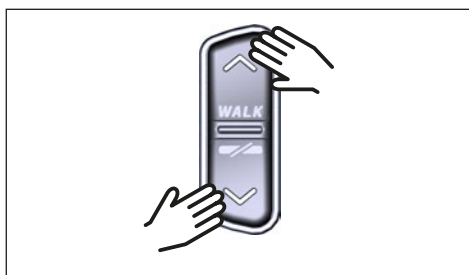

Fig. 6: Selecteren van het ondersteuningsniveau op de Remote
- Met een **korte** druk op de op de knop UP op de Remote (zie Fig. 6) verhoogt u het ondersteuningsniveau.
- Met een **korte** druk op de bedieningsknop DOWN op de Remote (zie Fig. 6) verlaagt u het ondersteuningsniveau.
- Met een **lange** druk (>3 s) op de knop DOWN van de Remote (zie Fig. 6) schakelt u de ondersteuning van het aandrijfsysteem uit.